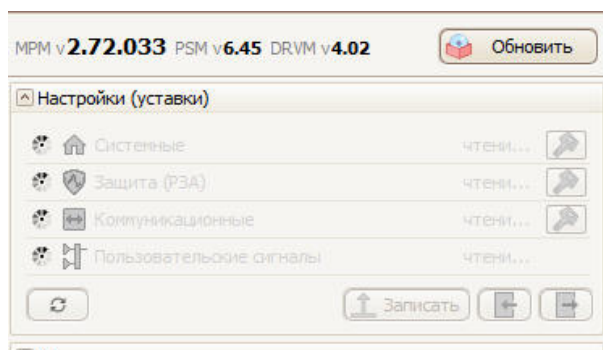

Рис.6.22. Область Настройки (уставки)
2. Запустится процесс вычитки уставок из устройства (см.Рис.6.22). Ссылки для перехода в соответствующие настройки станут не активной, в строках соответствующих настроек появится надпись «чтение». Дождитесь полной выгрузки уставок из устройства.